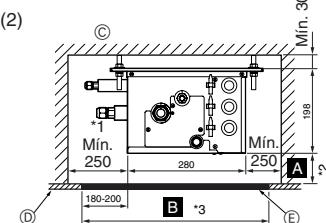
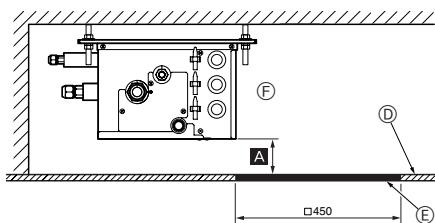

Fig. 4-5
Fig. 4-6
#### (2) Vista Lateral (Fig. 4-5, Fig. 4-6)
No caso de "□ 450", prepare um orifício de manutenção num lado da PCB (como mostrado na Fig. 4-6), e "Mín. 300 mm" é necessário como distância Ⓐ.